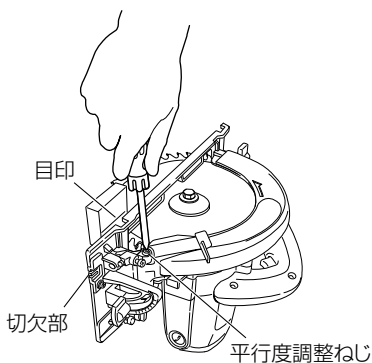

図 15
- (4) 目印を付けた木片をベース前方側に移動し、目印がベース側面に合うように平行度調整ねじを回します。(図 15)
- (5) 調整後、固定ねじをしっかりと締付けます。